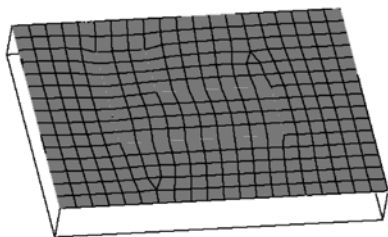

图 5-30 基座上表面划分二维网格
- (2) 在模型浏览窗口，隐藏除 base 外的其他组件。
- (3) 通过以下任一种方式进入 automesh 面板。
- (4) 在图形区选择包含 L 形面的基座上表面。
- (5) 进入 size and bias 子面板。
- (6) 将 meshing mode 设置为 automatic。
- (7) 在 element size= 栏中输入 10，设置网格尺寸为 10 个单位。
- (8) 将 element type 设置为 quads。
- (9) 单击 mesh 按钮。网格如图 5-30 所示。
- (10) 单击 return 按钮返回主面板。